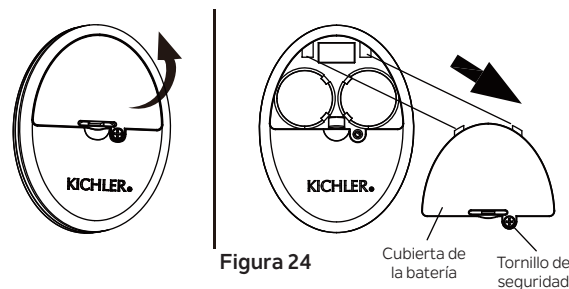

Figura 24
Paso 1. Para retirar o reemplazar las baterías, afloje el tornillo de seguridad y retire la cubierta de las baterías de la parte posterior del transmisor para acceder al compartimiento de las baterías. (Figura 24)